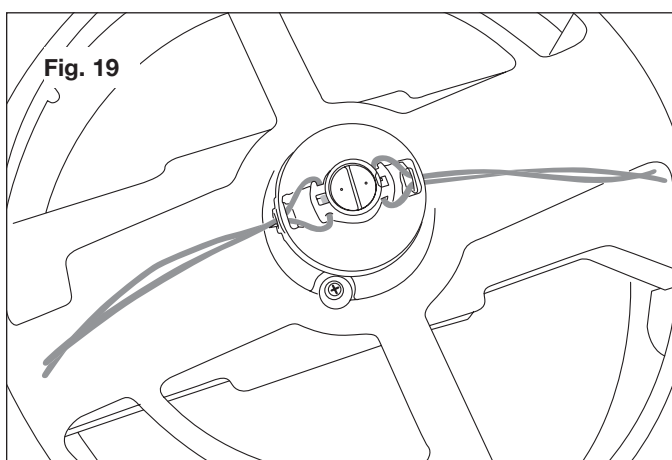

Fig. 19
5. Reportez-vous aux étapes ci-dessus pour remplacer un autre fil de coupe (Fig. 19).